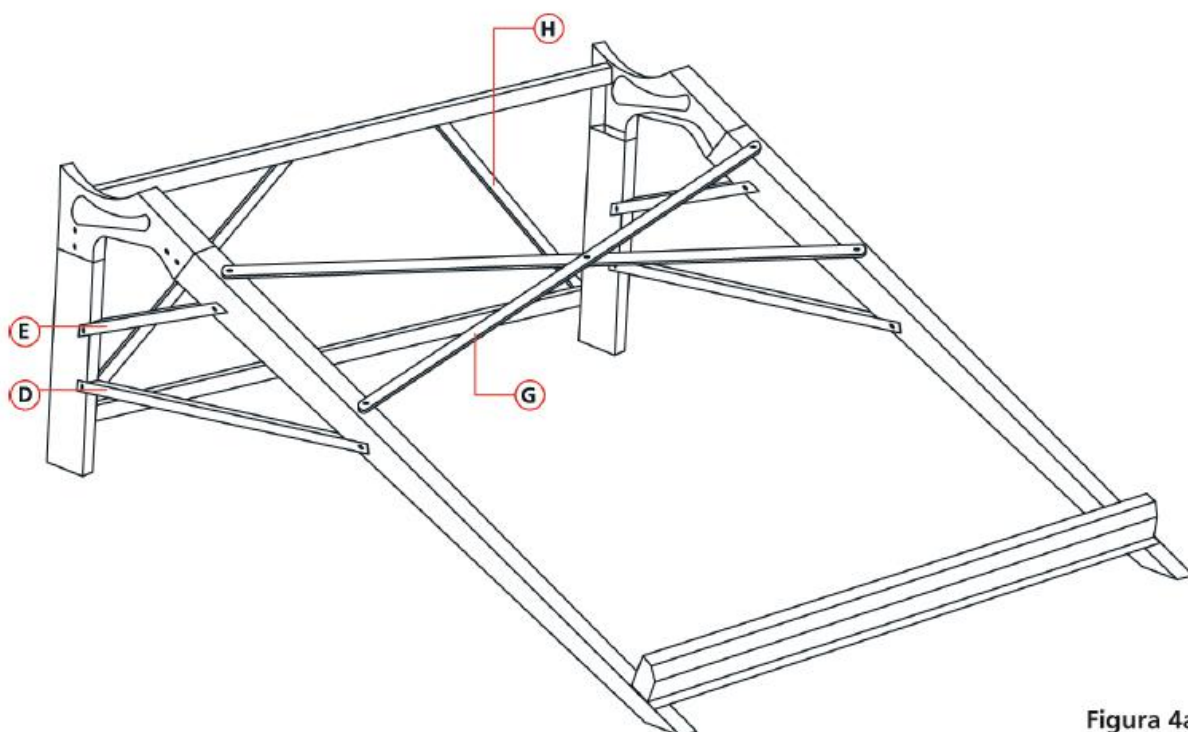

Figura 4a
3. Después de colocar las barras estabilizadoras y el soporte inferior de los tubos, atornillar las partes de soporte sobrantes, según corresponda. Tome como referencia la figura 4a.